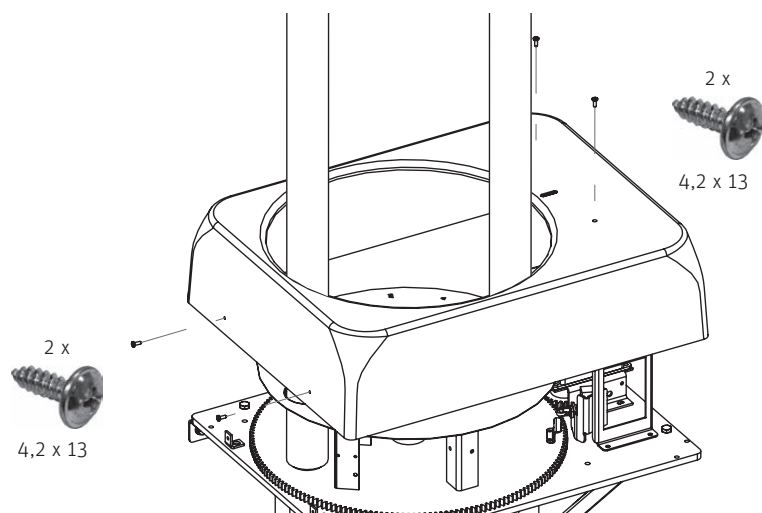

Fig. 33 Montage du capot de recouvrement
- Fixer le recouvrement avec 4 vis à tôle 4,2 x 13 – Fig. 33.